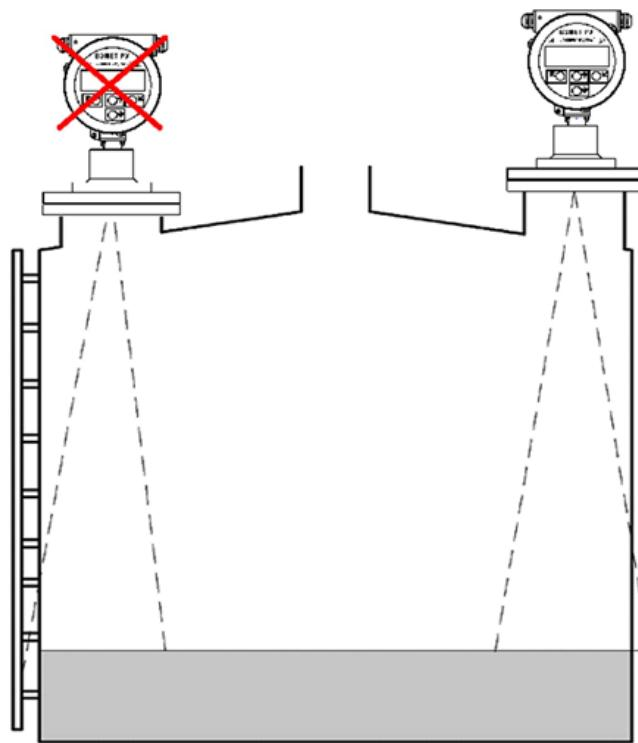

Рис.7 - Установка прибора на резервуар из радиопрозрачного материала.
4.1.3.7 В случае применения прибора на резервуарах из радиопрозрачного материала (например, пластик), следует учитывать, что конструкции вне резервуара могут попадать в измерительный луч. Поэтому, при монтаже следует выбирать позицию уровнемера с учетом данного факта (рис.7).